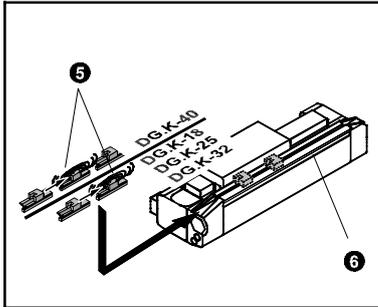

Bild 14/Fig. 14
- die zusätzliche Nut ⑥ für Näherungsschalter in der Klemmeinheit als Alternative zu der von der Klemmeinheit abgedeckten Nut.
Der Magnet zur Positionsabfrage befindet sich je nach Anzahl der Reibklötze an der in Bild 14 dargestellten Position ⑤.
- the additional groove ⑥ for proximity switches in the clamping unit as an alternative to the groove covered by the clamping unit.
The magnet for scanning the position is situated in position ⑤ shown in Fig. 14, depending on the number of friction blocks.